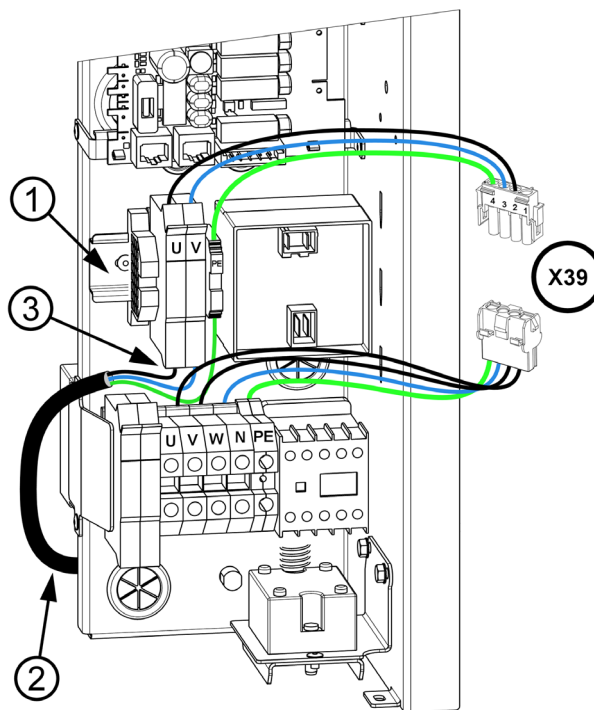

Рисунок 19: Подключение комплекта зонта 623
Прикрепите клеммный блок и переключатель из комплекта зонта к DIN-рейке (1) на передней панели электрической платы (рис. 19)
Подключите отдельные провода кабеля питания (2) снизу (3) к держателям предохранителей и клеммам PE из комплекта зонта (рис. 19).